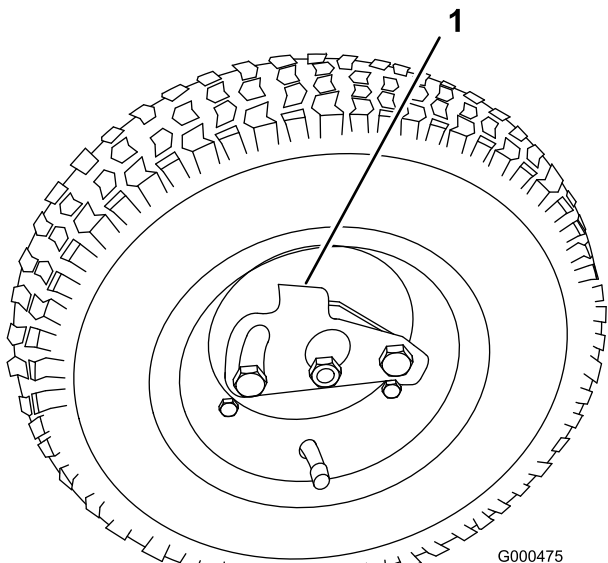

Рисунок 8
2. Отожмите стопор к центру колеса и наденьте колесо на шестигранный вал (Рисунок 8).